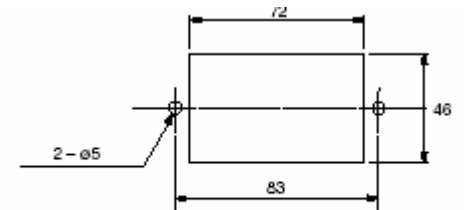

Fig. 31a
- 2) Découpez le faux plafond pour installer le récepteur (72x46mm x 2) (Figure 31a)